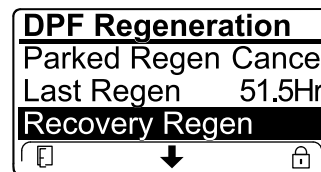

Bild 57
- Wenn der Motorcomputer keine Wiederherstellung-Regenerierung anfordert hat und Sie auf die Option RECOVERY REGEN. navigieren, ist die Wiederherstellung-Regenerierung gesperrt und das Schloss-Symbol (Bild 57) wird unten rechts im InfoCenter angezeigt.